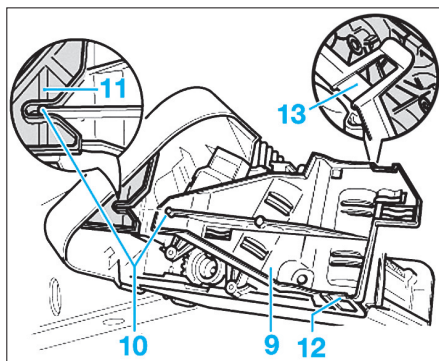

Fig. 35
- Reposer le support (9) (Fig.35) en veillant à ce que le guidage du support (10) se positionne correctement dans le logement du puits d'aspiration (11) et que le support s'encliquette dans les crans (12) et (13).